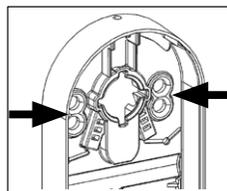

Fig. 3
- Para atingir a máxima resistência, assegure-se de manter uma distância suficiente dos furos existentes na porta. Não utilize furos existentes. A depender do estado da porta, escolha pelo menos dois dos quatro orifícios de fixação para aparafusar. (fig. 3).